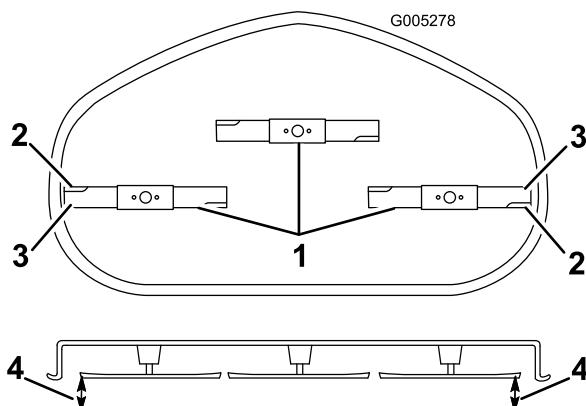

Figura 60
4. Gire cuidadosamente las cuchillas hasta que estén todas orientadas lateralmente (Figura 59 y Figura 60).
5. Mida entre los bordes de corte exteriores y la superficie plana (Figura 59 y Figura 60). Si hay una diferencia de más de 5 mm entre ambas dimensiones, se requiere un ajuste; siga con este procedimiento.